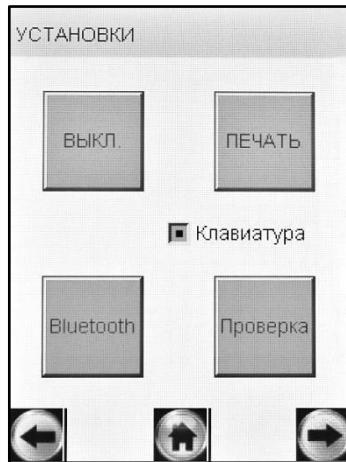
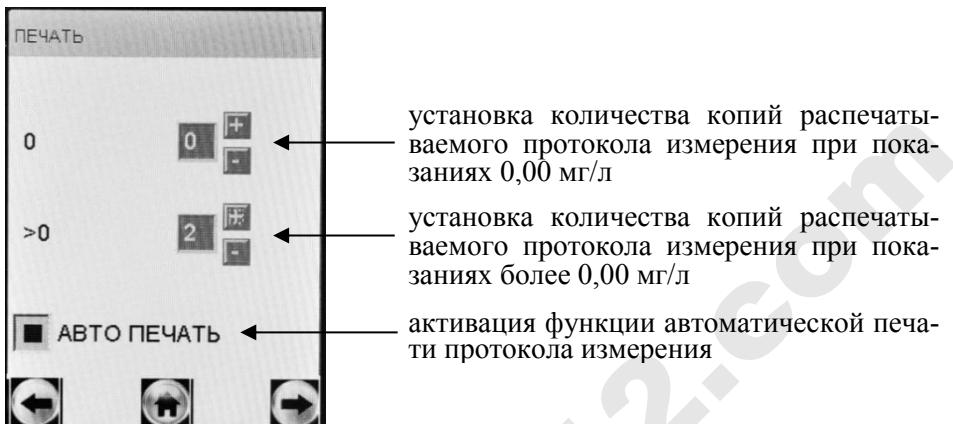
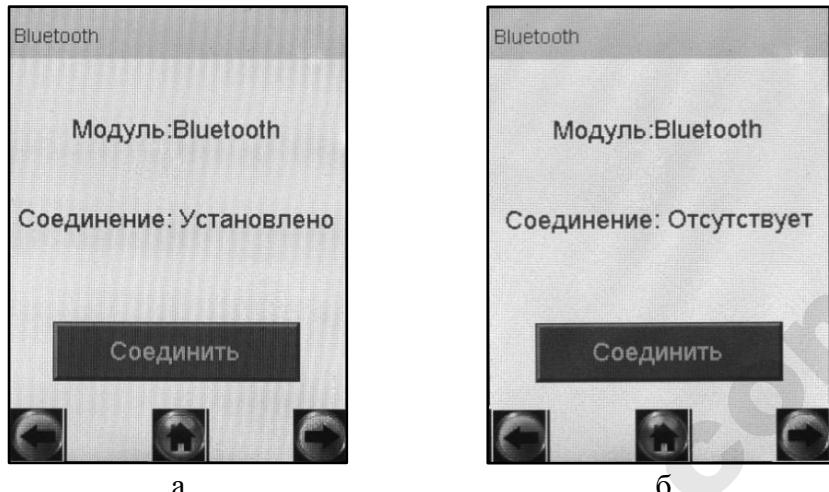

Рисунок 8 – Меню установок пользователя
Рисунок 10 – Настройки печати
Рисунок 11 – Окно Bluetooth (возможные варианты)
2.5.4 Для входа в меню «**Установки пользователя**» войдите в меню настроек по 2.5.2 настоящего РЭ, далее нажмите на виртуальную кнопку «**Установки пользователя**». На сенсорном экране появится меню, состоящее из пяти пунктов (рисунок 8).
Для установки времени автоматического отключения войдите в меню «**Установки пользователя**» (согласно 2.5.4 настоящего РЭ) и выберите пункт «**ВЫКЛ.**» (рисунок 8).
Имеется возможность устанавливать различное количество копий распечатываемого протокола измерений для двух случаев: при показаниях 0,00 мг/л, и при показаниях более 0,00 мг/л (рисунок 10).
2.5.7.3 Перейдите в меню «Установки пользователя» (согласно 2.5.4 настоящего РЭ), далее нажмите на кнопку «ПЕЧАТЬ» (рисунок 8). На экране появится окно «ПЕЧАТЬ» (рисунок 10).
2.5.8.1 Перейдите в меню «Установки пользователя» (согласно 2.5.4 настоящего РЭ), далее нажмите на кнопку «Bluetooth» (рисунок 8). На экране появится окно «Bluetooth» (рисунок 11).
- «Соединение: Установлено» – при наличии соединения с принтером по связи Bluetooth (рисунок 11, а);
- «Соединение: Отсутствует» – при отсутствии соединения с принтером по связи Bluetooth (рисунок 11, б).
2.5.8.3 Для установления соединения (сопряжения) анализатора с принтером включите принтер продолжительным (в течение 2-3 секунд) нажатием кнопки вкл/выкл принтера, загорится световой индикатор кнопки вкл/выкл. В окне «Bluetooth» нажмите кнопку «Соединить», через несколько секунд статус соединения изменится на «Установлено» (рисунок 11, а), в противном случае нажмите кнопку «Соединить» еще раз.